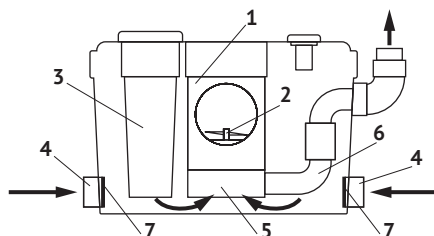

Рис. 2
душевых кабин (2). Сточные воды отводятся в канализацию через выходное отверстие (3). Обратный клапан, установленный в выходной трубке (см. рис. 2, поз. 6) идущем от насоса, предотвращает возврат откаченной воды в станцию. На крышке корпуса станции (6), расположено вентиляционное отверстие с фильтром (4). Внутри крышки находится электромеханический микровыключатель (5), который включает, либо отключает насос в зависимости от уровня воды в накопительном бачке станции.
Сточная вода из унитаза поступает в чашу-фильтр (1), в которой расположен измельчитель (2) насоса (5), и стекает в накопительный бачок канализационной насосной станции (см. рис. 2). Жидкость из писсуаров, биде,